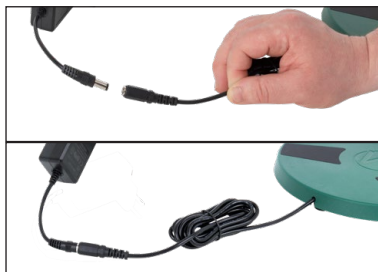

Fig. 1
1. Per accendere il dispositivo, collegare l'alimentatore alla linea di alimentazione del dispositivo (Fig. 1) e collegare l'alimentatore ad una presa di corrente correttamente installata e a norma.